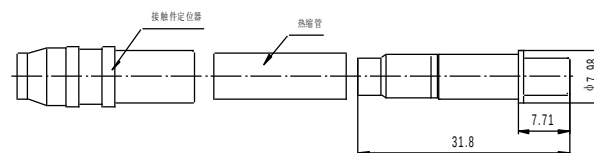

图 1 CF87/411-01 前视图
2.1 CF87/411-01 (插针接触件) 和 CF88/411-01 (插孔接触件) 外形图见图 1~4